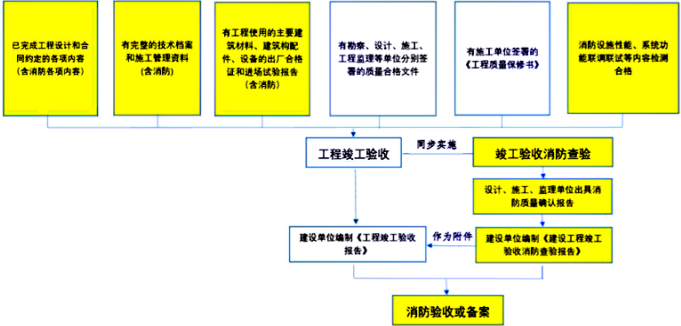

图 1 消防验收各项工作实施步骤框图
施工、采办等部门在内的消防验收工作组，明确各部门职责，并落实到具体负责人员；②定期召开消防验收工作协调会，统筹安排验收工作，推进各项工作按照节点完成；③针对住建部颁布的《建设工程消防设计审查验收管理暂行规定》（住房和城乡建设部令第 51 号）带来的消防验收工作发生重大调整，HSE 部组织各 PMT、设计、施工、监理单位召开 SMPO/POD 项目消防验收专题会，以梳理验收程序，推动验收工作，项目组副总经理对消防验收工作进行了安排部署；④协调组织各施工单位，生产厂家优先安排消防设施安装调试，跟踪落实施工进度，确保消防设施“三同时”；⑤要求各 PMT、监理、承包商适应消防验收作出的重大调整，监理、承包商要高度重视，加大人力投入，在工程中间交接完成所有单位工程质量竣工验收记录，做好工程竣工资料的编制，高效配合消防验收各项工作。通过这些措施，大大提高了工作效率。使消防验收工作有序稳步推进，共协调当地住建局现场验收 6 次，各单元均在试生产节点之前顺利取得了消防验收合格意见。消防验收各项工作实施框图见图 1。